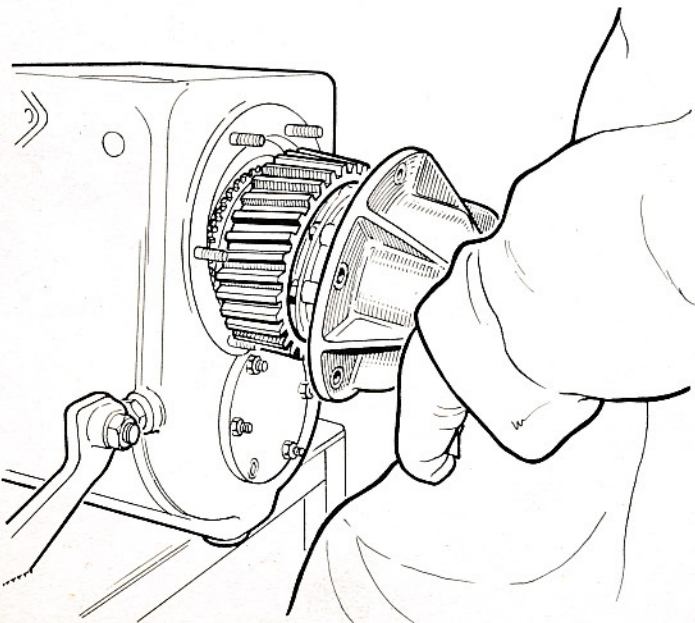

Fig. 2
- 6 - Dévisser les 6 écrous de fixation du couvercle AR, récupérer les rondelles grower puis déposer l'ensemble arbre de sortie-synchronisme (fig. 2).